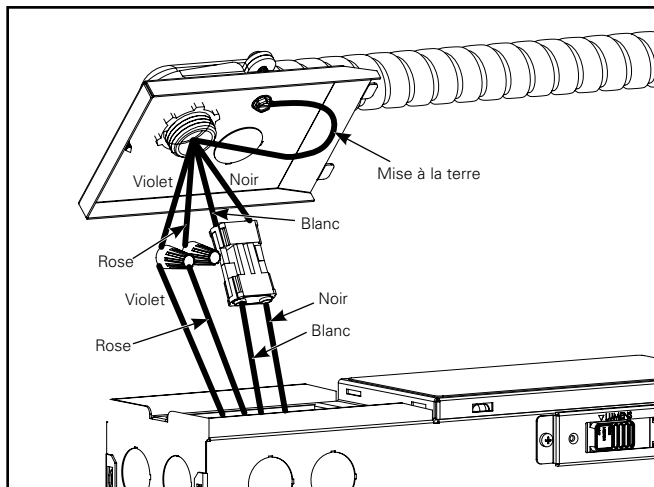

Figure 5.
7. Acheminez les fils d'alimentation électrique vers la boîte de jonction en utilisant un adaptateur de conduit dans la plaque d'accès supérieure. Raccordez le fil d'alimentation (noir) et le fil neutre (blanc) au raccord à débranchement rapide fourni. Raccordez le fil de mise à la terre à la vis de mise à la terre de la plaque d'accès. (Figure 5.)